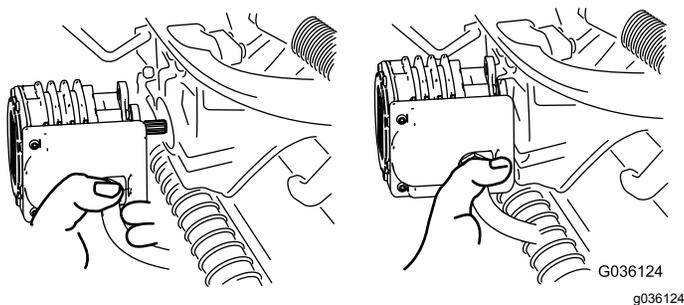

図 53
- 外したモータは、サスペンションアームの前部にある一時保管位置にセットしておく 図 53。